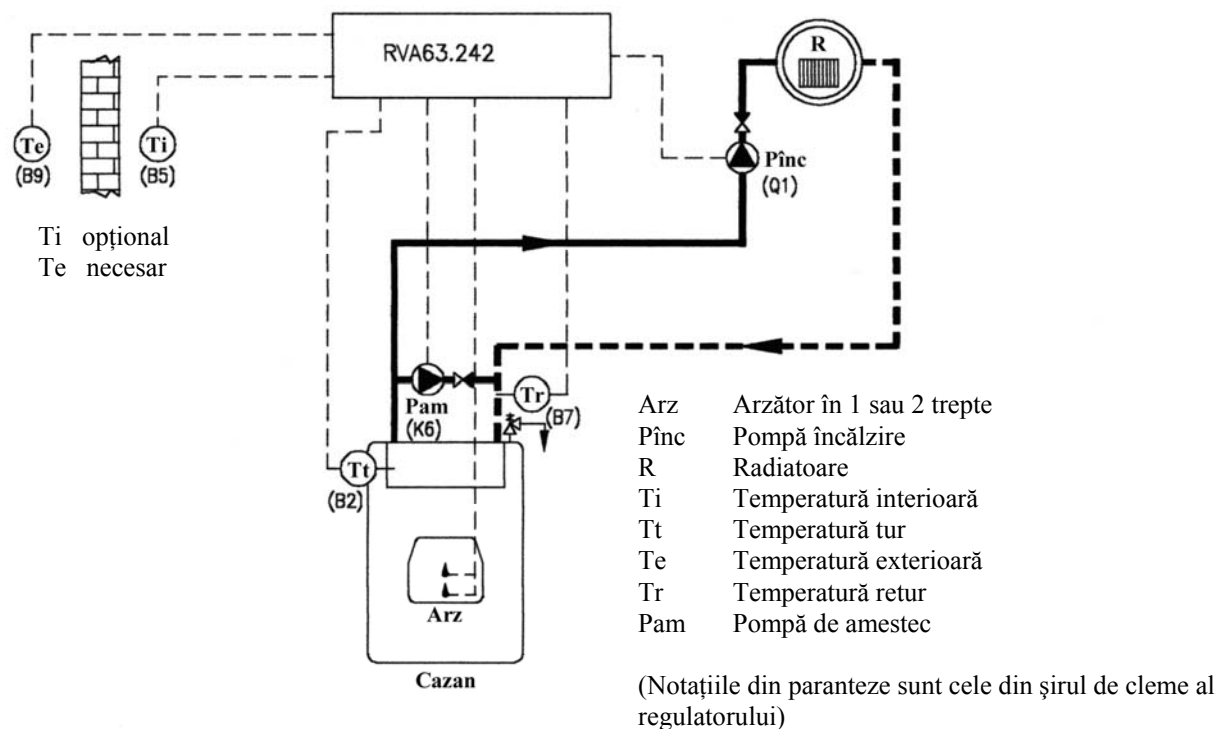

Fig. 3.5.
3.5. Un cazan, un circuit de încălzire și circuit amestec cu pompă (Fig. 3.5.) GAE-REG-2